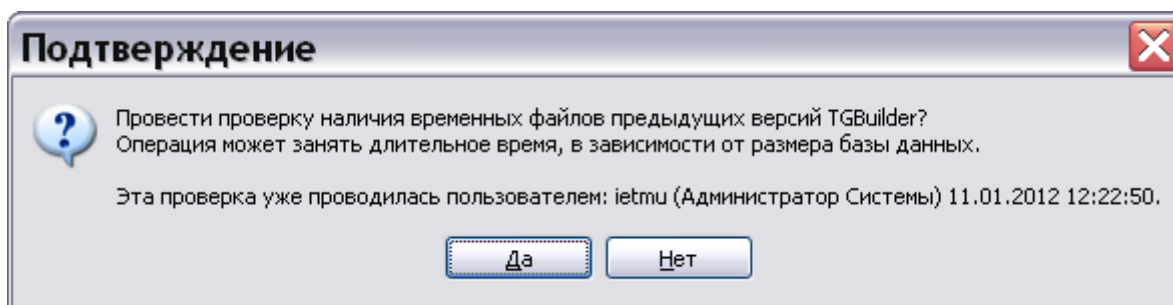

Рис. 4.2
4. Нажмите на кнопку **Выбрать**. После этого появится запрос на подтверждение проведения проверки (Рис. 4.2).